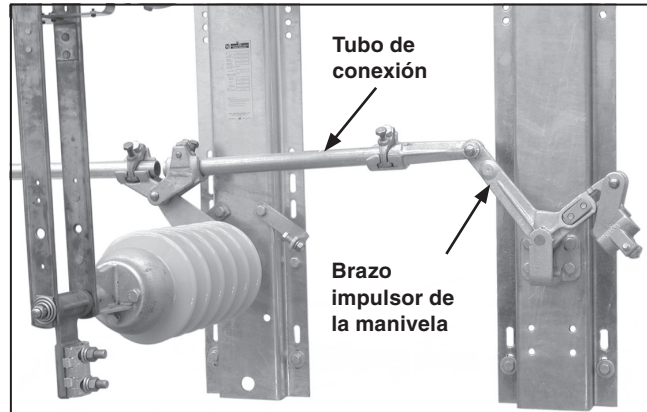

Figura 13. El tubo conectando la palanca angular.
PASO 12. *Si la palanca angular está montada fuera de línea de los polos del interruptor:* Instale la sección de tubo conectando el brazo impulsor de la palanca angular al polo más cercano del interruptor. Vea Figura 13. Siga las instrucciones en la sección “Instalación de los Acoplamientos del Tubo con Tornillos Perforantes de Sujeción” en la página 13.